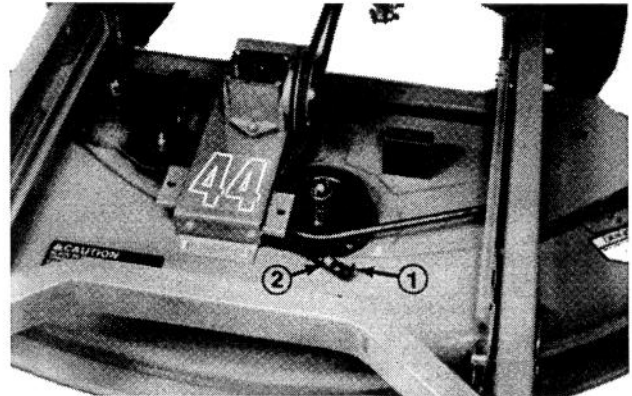

Bild 11
- Die Mutter entfernen, die den Federanker an der Sechskantschraube im Gehäuse absichert (Bild 11). Den Anker von der Sechskantschraube abheben und zum Verstärken der Riemenspannung ziehen. Die korrekte Riemenspannung wird bei Ansatz von 13-18 kg Kraft auf die Feder realisiert.